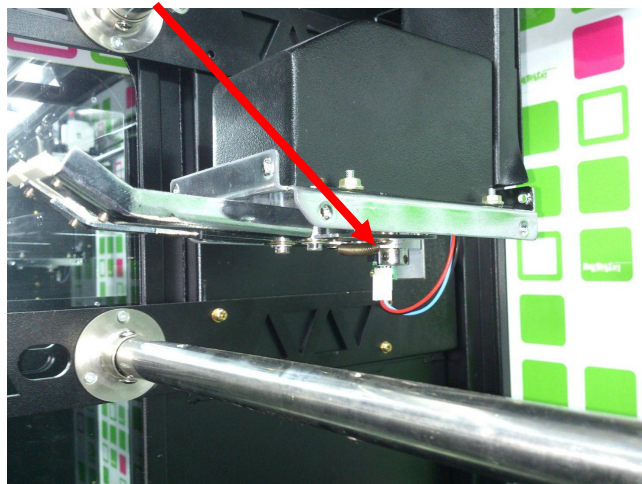

图 4
1、当投币显示板显示 Er01 时表示剪刀盒内电眼故障如图 4。